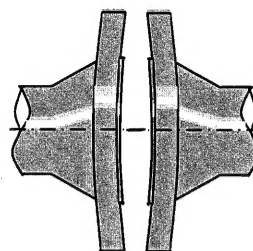

図4 フランジの変形
- ・フランジが変形していると、正確な締付面圧がかけられず漏れの原因となりますのでフランジを交換するか、修正してください。（図4参照）